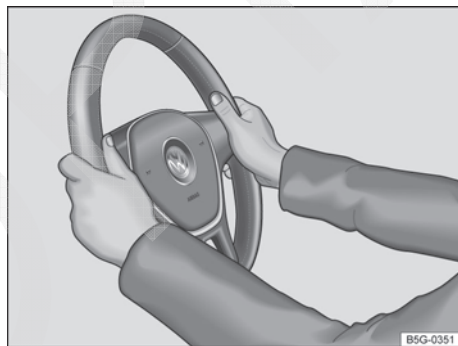

Fig. 76 No volante: posição 9 e 3 horas.
- ◀ – Ajustar o volante de modo que o condutor possa segurá-lo pela borda externa com as duas mãos e os braços ligeiramente dobrados (posição das 9h e 3h → Fig. 76).